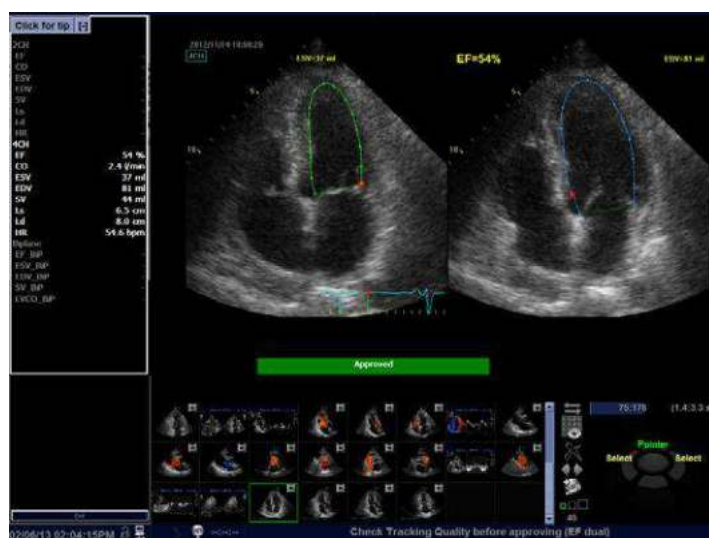

Figura 12-117. Ecran dublu cu rezultate AutoEF - Modul ecranului alternativ
1. Apăsați **EF dual** (EF dublă) pentru a mări cadrele ES și ED și poziționați-le unul alături de celălalt (Figura 12-117 de la pagina 12-259).